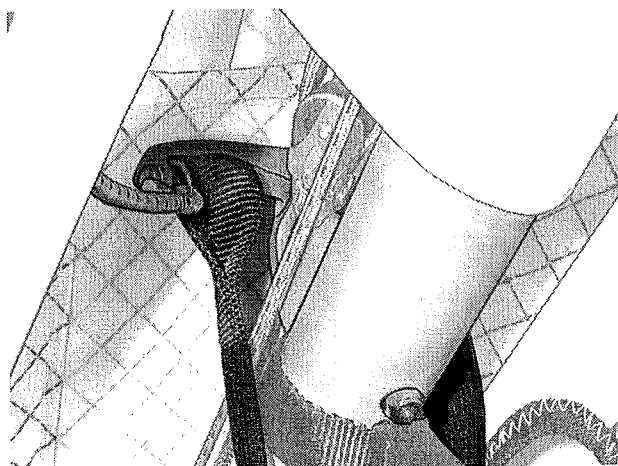

Abb.7
7. Die Wippe quer zum Kielrohr drehen (abb.7).